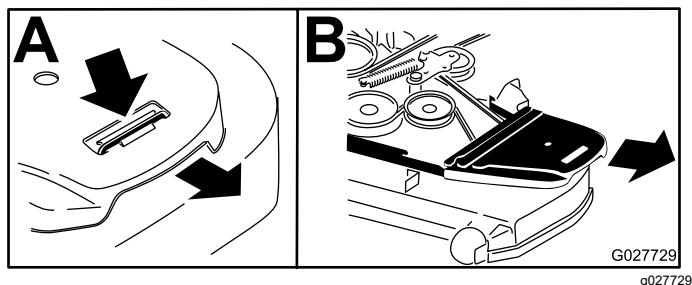

Figure 66
4. Déposez les protège-courroies (Figure 66).